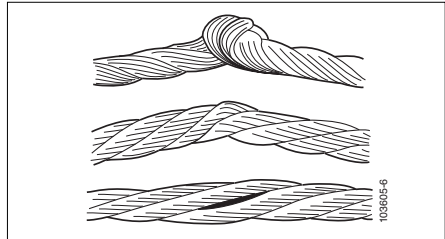

Abb. 6
- hier einige Beispiele (siehe Abb. 6):